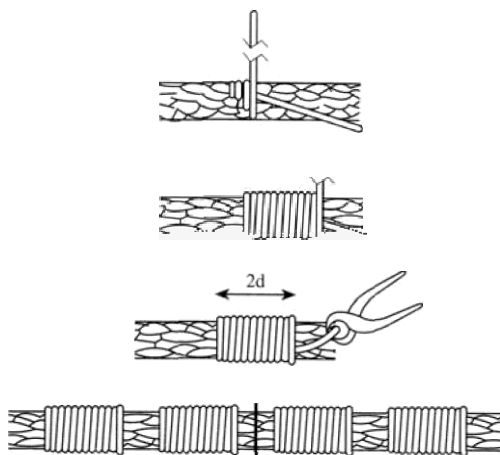

Fig.10
- 3.12 – Tenha particular cuidado com as instruções do fabricante sempre que seja necessário cortar o cabo. Aplique falças em ambos os lados da marca de corte. A Fig. 10 demonstra um método típico de aplicação de falça num cabo antigiratório.
Uma falça em cada lado do corte é normalmente suficiente para cabos preformados. Para cabos não-preformados, antigiratório, multi-cordões e de camada simples com alma paralela (Ex. DSC) recomenda-se dois conjuntos de falça de cada lado do corte. (Ver fig. 10.)